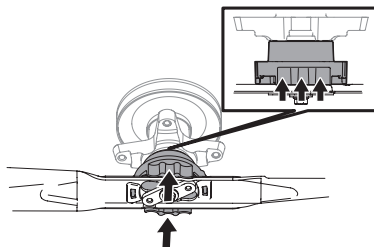

Fig. 47
3. Empuje hacia arriba sobre el collarín de la cuchilla y sosténgalo (Fig. 47).
- Empuje la cuchilla hacia arriba contra el adaptador de cuchilla hasta que el collarín se eleve (Fig. 47 en la página 69).